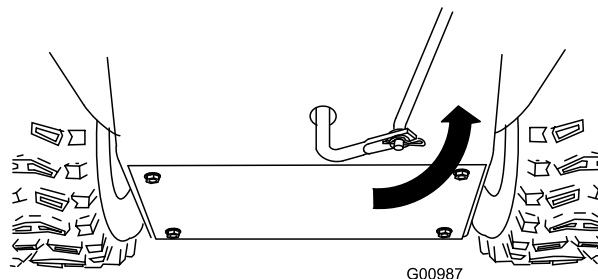

Рисунок 12
- Поверните нижнее коромысло полностью вверх (против часовой стрелки) (Рисунок 12).